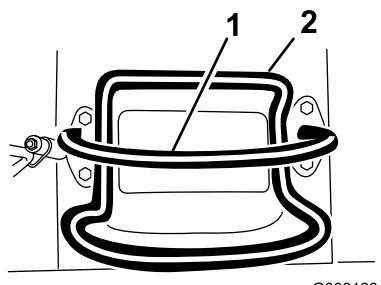

Bild 6
- Lassen Sie zum Anhalten den Fahrantreibshebel los (Bild 6).